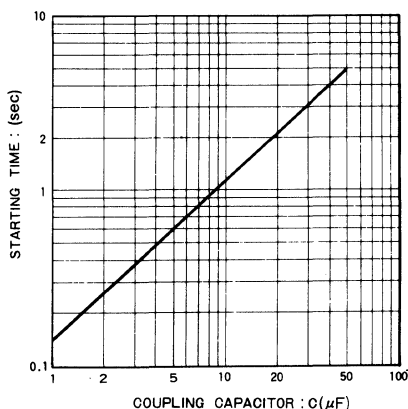

Fig.15 電源投入時での立ち上がり時間
4.7 μF が推奨値です。この容量は電源投入時の立ち上がり時間と関係があり、その関係は Fig.15 のようになります。容量が小さく 1 μF 程度になると、電源投入時の過渡音が大きくなります。